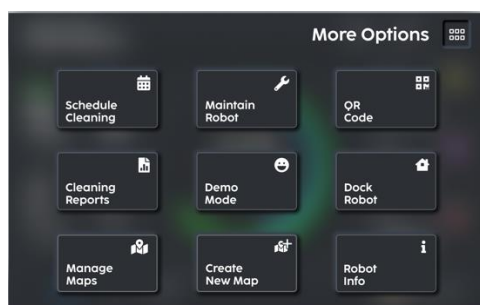

Fig. 1
1. Accédez au plan de l'installation en cliquant sur l'option « Map (Carte) » sur la page « HOME (EXPAND MENU) (ACCUEIL (MENU DÉVELOPPÉ)) » (Fig. 1).